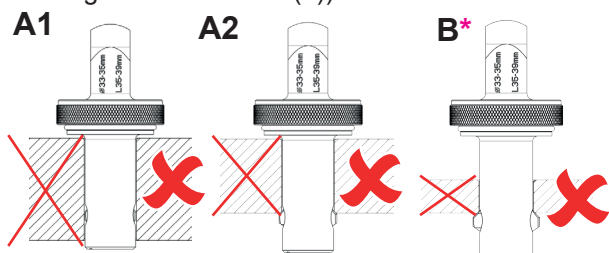

Abb. 8:
- Flansch- bzw. Bauteildicke zu groß: Tragelemente können nicht außerhalb des Flansches bzw. Bauteils ausfahren (vgl. *Abb. 8 - A*).
- Flansch- bzw. Bauteildicke zu klein: Abstützkräfte zu gering (vgl. *Abb. 8 - B*). Tragfähigkeit kann nicht erreicht werden.
- ▶ Verwenden Sie den PIP-RAPIDO nur im vorgeschriebenen Längenbereich (siehe Kennzeichnung auf dem Schaft (L)).